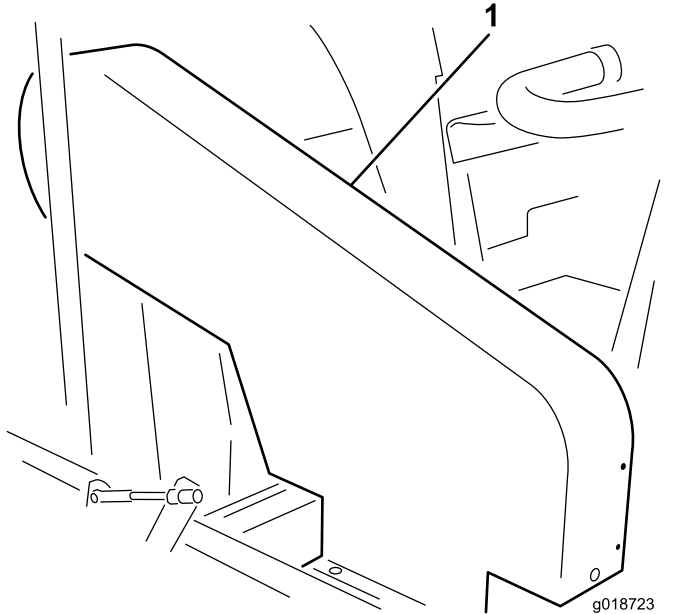

図 19
注 ベルトの張りの点検は、上部ベルトガード 図 19を外さずに行えます。このベルトガードを取り外す必要がある場合には、ガードをフレームに固定しているボルト、ワッシャ、ナット各4を外してください。マシンは、必ずガード類を取り付けた状態で運転すること。
インペラプーリとクラッチプーリ間の中ほど部分で、ベルトを18-22 N 1.8-2.3 kg = 4-5 lbs程度の力で指で押して点検します。ベルトのたわみが1.3 cmあれば適正です。たわみの量が適正でない場合は手順2へ進みます インペラ駆動ベルトの調整 \(ページ 22\)。たわみが適正である場合には、そのまま使用を継続できます 図 19。
ジャッキシャフトとクラッチプーリ間の中ほど部分で、ベルトを18-22 N 1.8-2.3 kg = 4-5 lbs程度の力で指で押して点検します。ベルトのたわみが6 mmあれば適正とする。たわみの量が適正でない場合は ジャッキシャフトベルトの調整 \(ページ 22\)を参照してください。たわみが適正である場合には、そのまま使用を継続できます 図 19。
1. 上部シュラウドをフレームに固定しているボルト、ワッシャ、ナット各4を外す図 19。